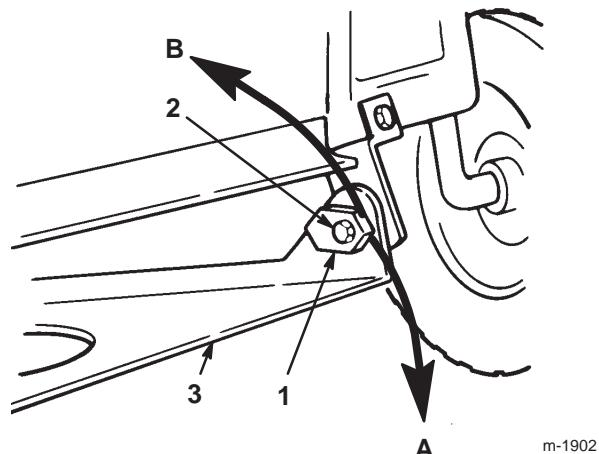

Bild 46
15. Stellen Sie die Neigung in Längsrichtung durch Drehen der Spezialneigungs-Einstellmuttern an beiden Seiten der Mähwerkbefestigungshalterung ein (Bild 46).
16. Drehen Sie die Einstellmutter für die linke Seite langsam runter, um die Vorderseite des Mähwerks anzuheben. Drehen Sie Mutter hoch, um die Vorderseite des Mähwerks abzusenken (Bild 46). Drehen Sie die Neigungseinstellmutter soweit, bis die Vorderseite des Mähwerks 6 bis 16 mm tiefer steht als die Rückseite.